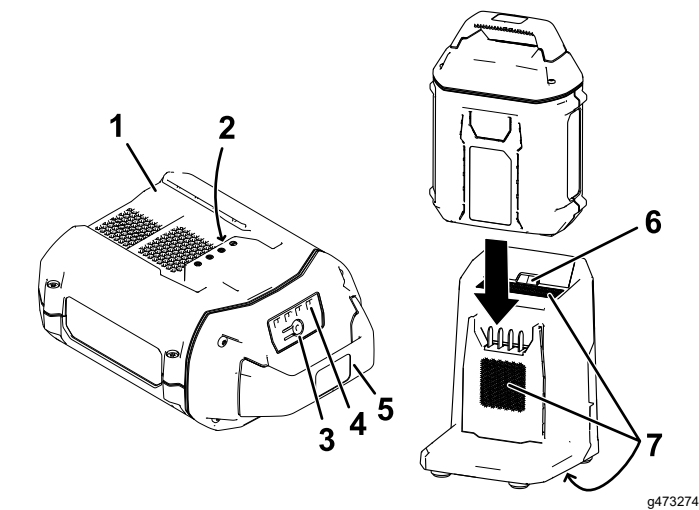

Figura 19
2. Allineate la cavità nel pacco batteria (Figura 19) con la linguetta sul caricabatterie.
3. Fate scorrere il pacco batteria nel caricabatteria fino a quando non è completamente in sede (Figura 19).